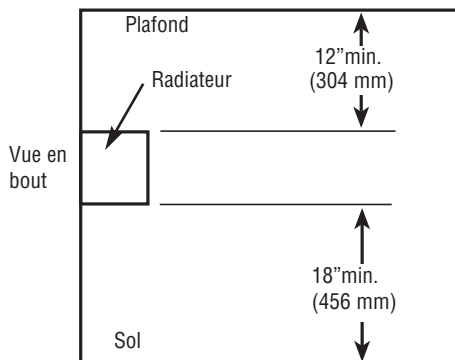

Figure 1: Écartements pour une installation type
- Positionnez le radiateur sur le mur à la hauteur voulue en respectant les écartements minimaux, voyez la Figure 1.